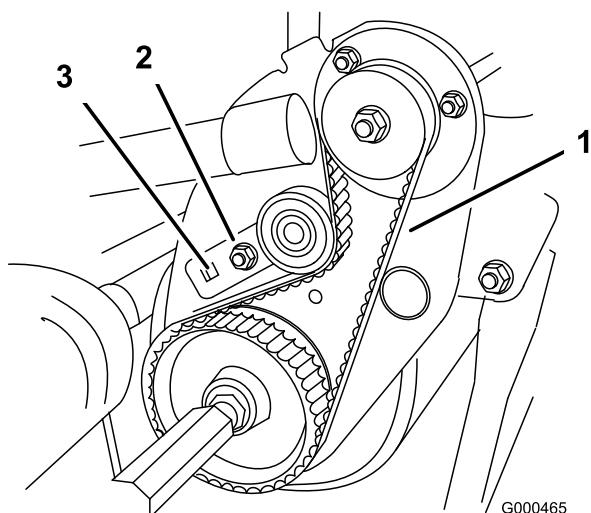

図 41
- B. 3/8インチのトルクレンチでアイドラ・ブラケットを0.86～0.97 kg.mのトルクで回転させてベルトに張りを与える（図 41）。トルクレンチの設定が狂わないように注意しながら、ベアリング・ハウジング取り付けナットを締め付ける。（タング・ワッシャは、ベルトのスリップを防止するためのものである）。ベルトを強く張りすぎないように注意すること。